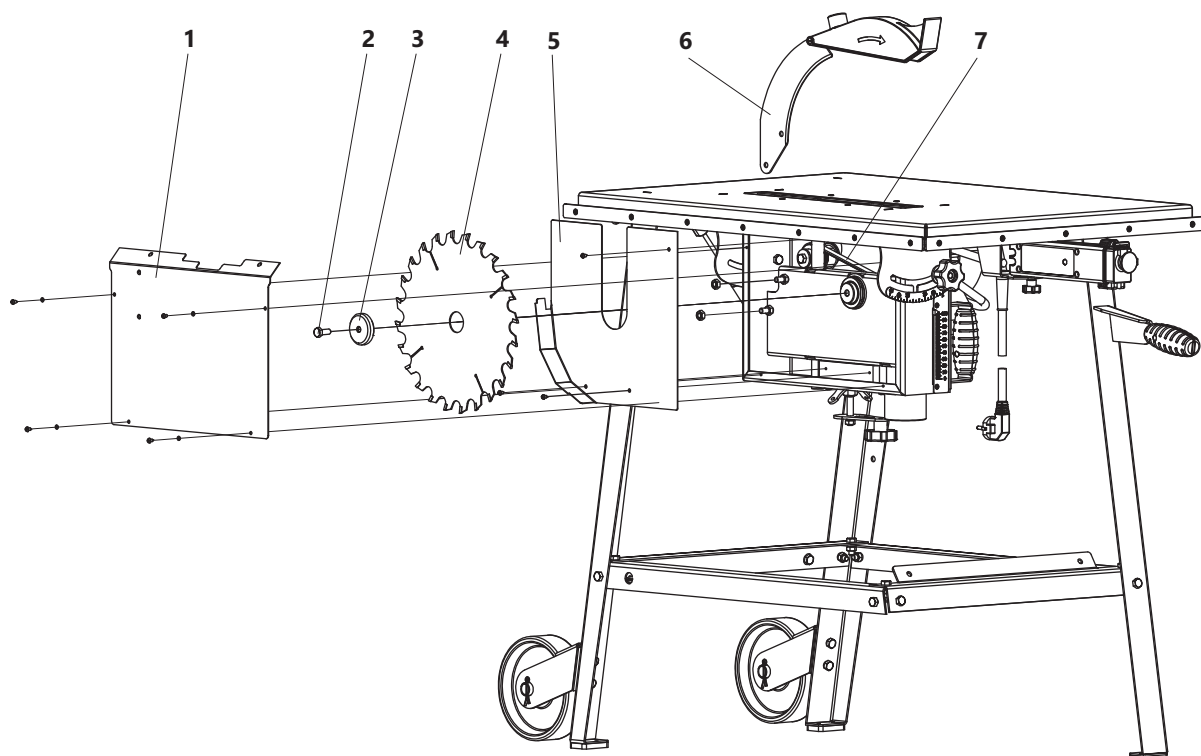

Рисунок 11. Установка приводного ремня
- снять кожух 5 (рис. 11);
### 8.2 Замена приводного ремня (рис. 11)